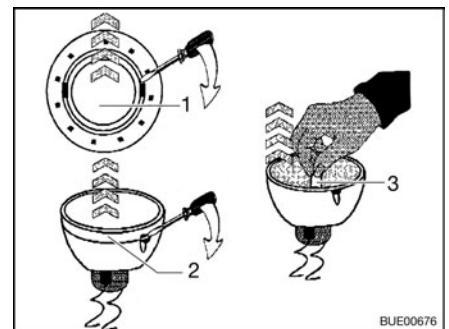

Fig. 170 Cambiar la bombilla halógena
- Soltar el anillo de cubierta interior (Fig. 170,1) de la carcasa con un desatornillador.
- Soltar el anillo de cubierta con la lámina de vidrio (Fig. 170,2) de la parte inferior de la lámpara halógena empotrada utilizando un desatornillador.
- Extraer la bombilla halógena (Fig. 170,3).